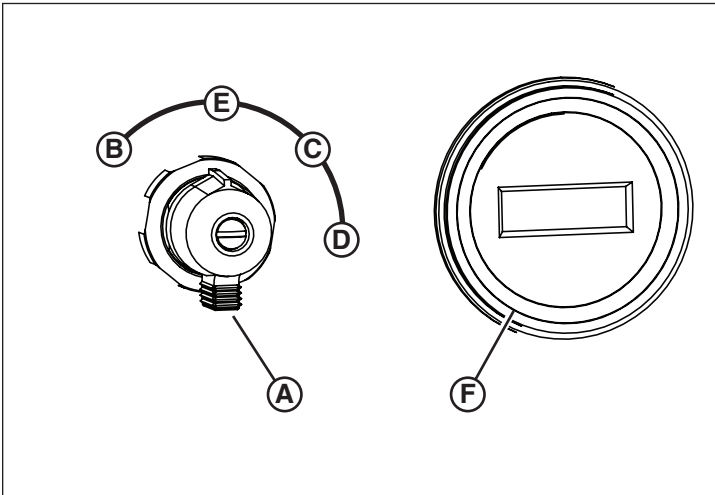

Figura 15
1. Gire el interruptor de ignición (**A**, Figura 15) del panel de control en el sentido antihorario hasta PRECALENTAR (**B**). Mantenga aproximadamente por 20 segundos.
*NOTA: El contador horario (**F**, Figura 15) indica el total de horas funcionamiento del motor.*
1. Gire el interruptor de ignición en el sentido antihorario a la posición APAGADO (**A**, Figura 15).